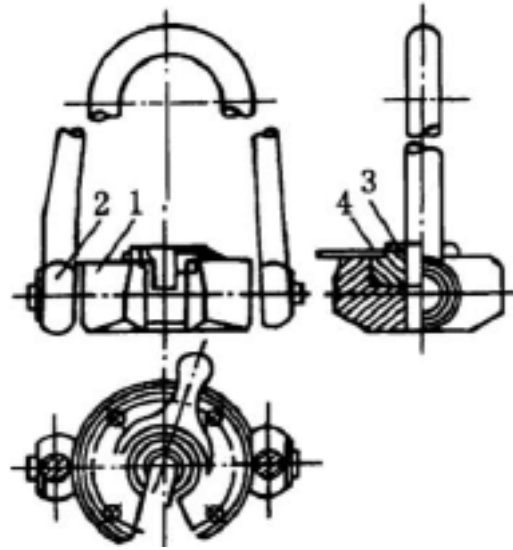

图 8-14 抽油杆吊卡示意图1-
2. **抽油杆吊卡**。抽油杆吊卡是起下抽油杆的专用吊卡，如图 8-14 示。